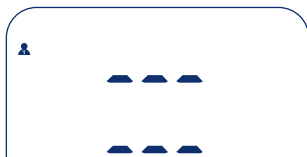

Figura 6
- Tenere premuto il tasto SET (Imposta) per almeno 4 secondi fino a quando la spia non lampeggia prima e poi viene sostituita con trattini (Figura 6).
- Per cancellare l'intera memoria, richiamare il valore medio corrispondente (AVG). Tenere premuto il tasto SET (Imposta) per almeno 4 secondi fino a quando il valore medio non lampeggia prima e poi viene sostituito con trattini (Figura 6).